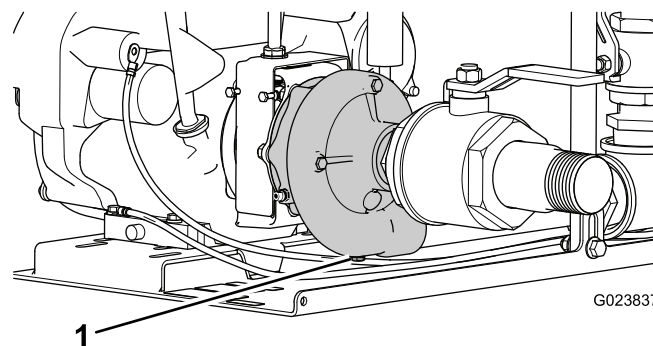

Рисунок 22
4. Слейте всю оставшуюся жидкость из насоса, сняв сливную пробку в нижней части насоса (Рисунок 22).